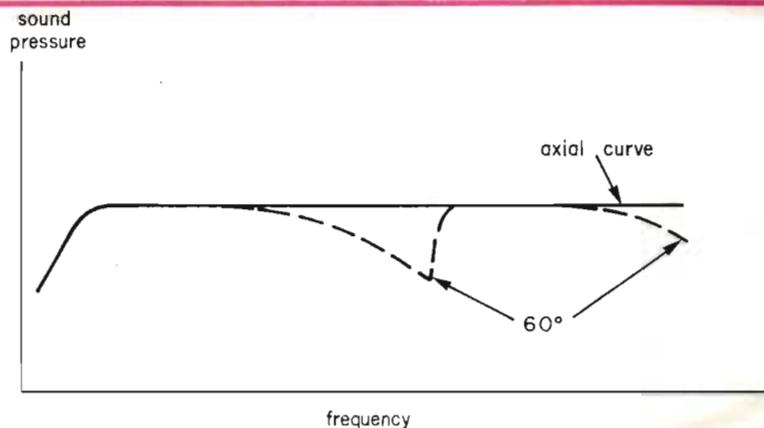

Fig 5. Schematisk framställning av frekvenskaraktistiker för tvåvägssystem, dels axiellt och dels vid 60° i horisontalplanet.
Vill man undvika alltför uttalade problem som är hänförliga till riktningbenägenheten och strålningens direktionalitet, bör man tillgripa en lösning där åtminstone två element ingår i högtalarna. Om den axiellt uppmätta frekvenskaraktistiken jämnas ut till "rak kurva", inträder det välkända förhållandet, att de frekvensgångskurvor som man sedan mäter upp i andra riktningar, t.ex. vid 60° i horisontalplanet, kommer att likna kurva *b* i fig 5. Den icke-axiella responsen från högtalaren är på inget sätt likartad och på basis av subjektiva test och hörselbedömningar är detta alls inte önskvärt. Frågan infinner sig alltså vad som kan göras åt saken. Ett nära till hands liggande svar innebär användning av ett tvåvägssystem. Finner man detta svår-nomförbart och för dyrbart kan man falla tillbaka på en billigare lösning som föreslogs av Chapman och Trier 1947 (7) och vilken innebär, att man placerar en slits över det element som utgör stötestenen i konstruktionen. Tanken bakom det här var att ljudet som helhet skulle stråla ut från slitsen eller öppningen, och om dess axel lades vertikalt borde en vida bättre ljudspridning i horisontalplanet bli resultatet. Ja, det hela ser tämligen enkelt ut i teorin, men i praktiken uppstår en rad svårigheter.